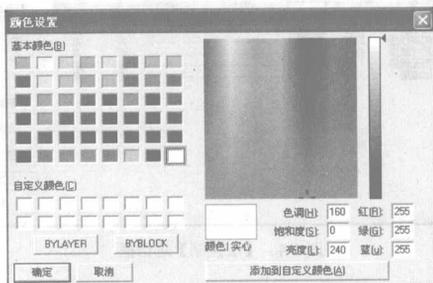

图 1-5 【颜色设置】对话框
- 弹出【颜色设置】对话框，如图 1-5 所示。在该对话框中选择所需的颜色，然后单击  按钮。